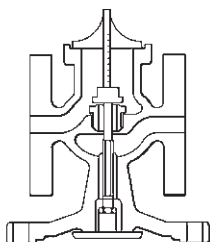

Fig. 10
12. Ora il gruppo di chiusura può essere aperto premendo sul piattello diaframmi **(25)** fino a che non entrerà in contatto con il fine corsa ricavato sul corpo. Vedere la fig.10. Controllare l'alzata della valvola mediante un calibro di profondità, come illustrato.